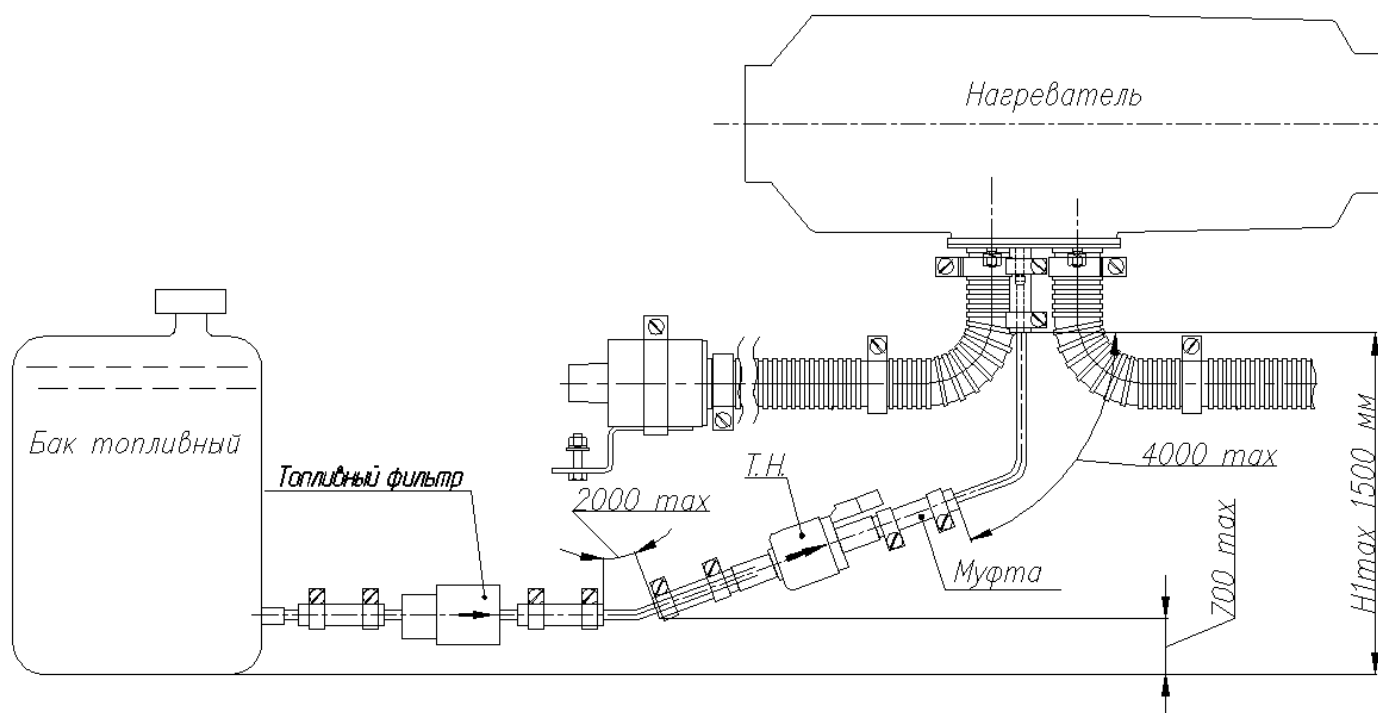
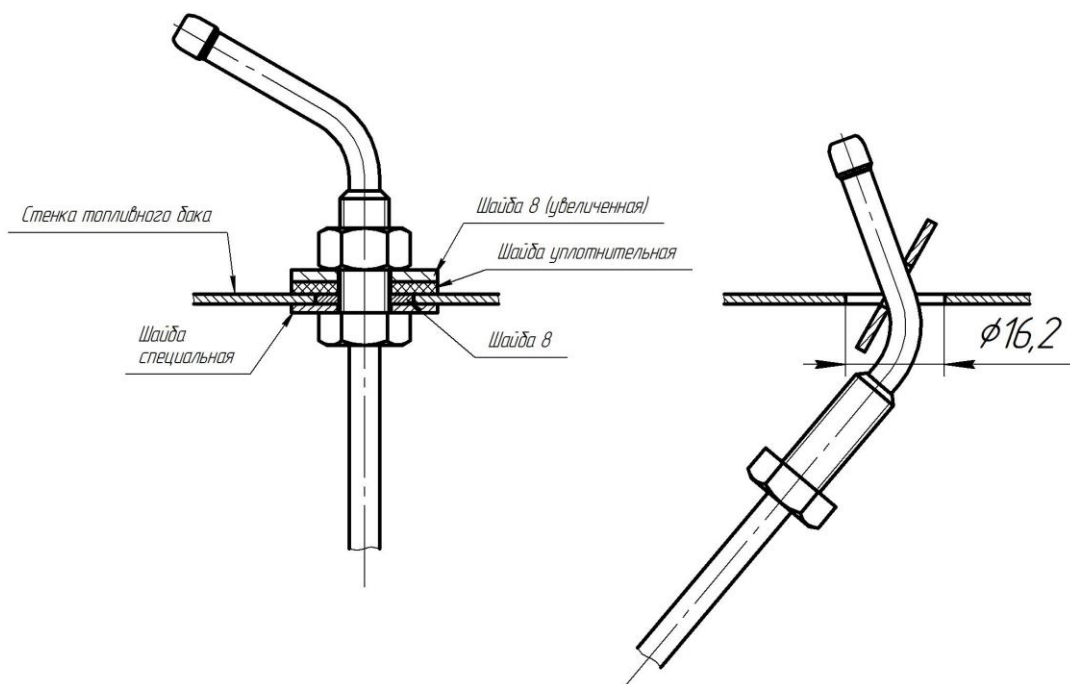
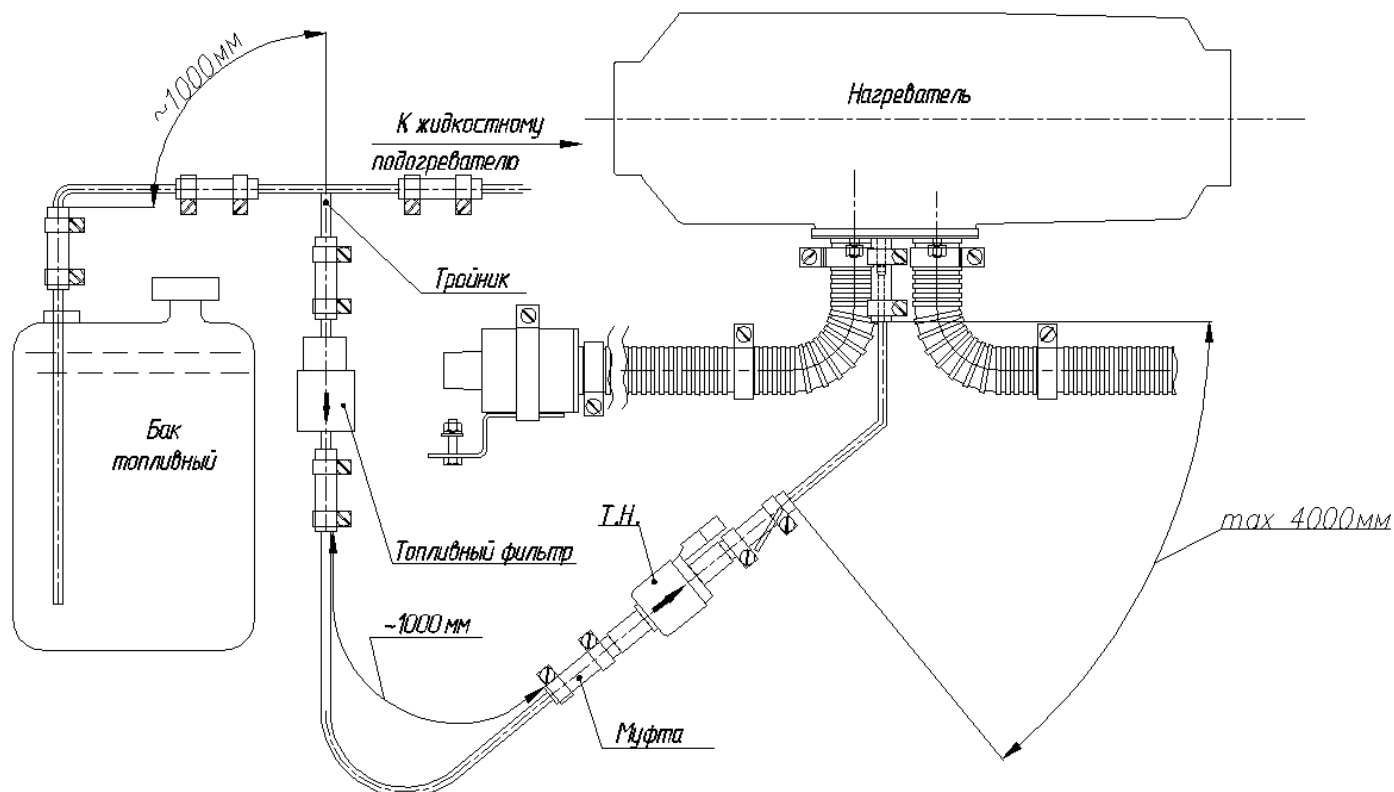

Рис.11 Схема монтажа топливной системы отопителя с индивидуальным топливным баком
Рис. 12 Схема монтажа топливозаборника
Рис.13 Схема монтажа топливной системы отопителя в топливную систему жидкостного подогревателя
Схема соединений узлов и деталей отопителя показаны на рис.11.
- топливную трубку нагревателя предпочтительней располагать выше максимального уровня топлива в топливном баке (см. рис. 11, рис. 13);
Схемы относительного расположения топливного бака, топливного насоса и нагревателя показаны на рис.11 и рис.13. Схема монтажа топливозаборника представлена на рис. 12